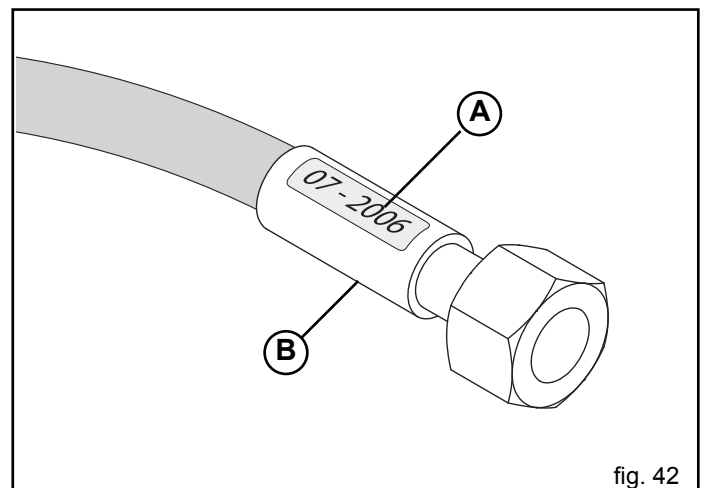

fig. 42
- pérdidas en proximidad de la armadura del tubo (B, Fig. 42);
- corrosión de la armadura (B, Fig. 42);
- al superar los 5 años de vida (A, Fig. 42).